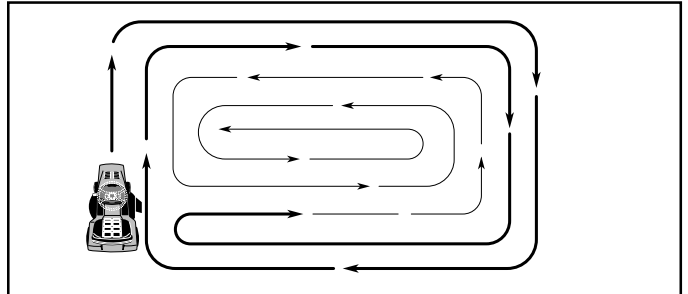

FIG. 14
- Pour tondre une grande surface, on vous conseille de commencer par tourner à droite, de façon à ce que l'herbe ne soit pas déversée sur les arbustes, les clôtures, les allées, etc. Après un ou deux tours, tondez en sens inverse en tournant à gauche jusqu'à ce que le travail soit achevé (Voyez la Fig. 14).